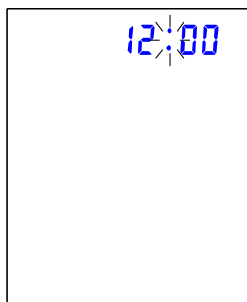

Рис. 2
- a. После установки батарей и выключения функции измерения давления, включится модуль времени и на ЖК-дисплее поочередно появится изображение времени и даты. См. Рис. 2 и 2-1.